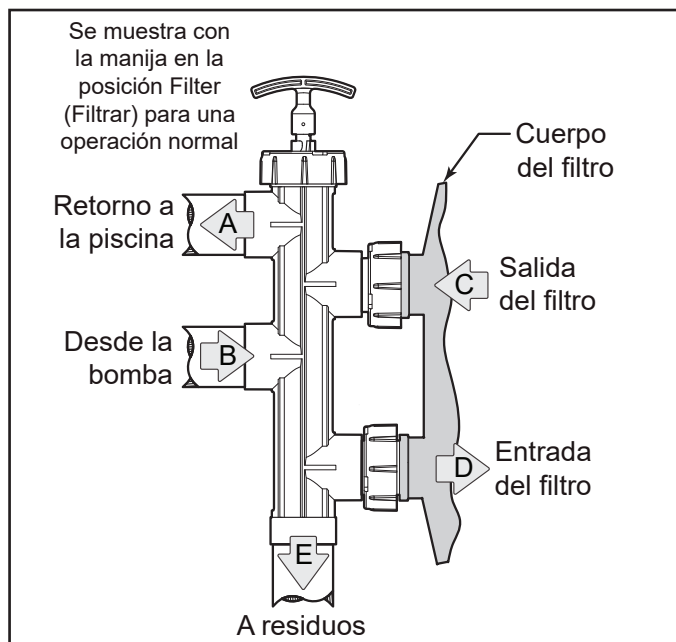

Figura 5. BWVL-SLD instalada
9. Sostenga la válvula de corredera en posición vertical y colóquela en los puertos del filtro. Consulte la Figura 5.
7. Regrese la manija de la válvula a la posición de operación normal. Consulte la Figura 5.